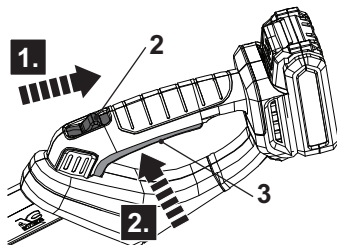

Fig. 26
1. Assurez-vous que la lame du taille-haie (17) ou la chaîne de sciage (20) n'est en contact avec aucun objet. Retirez le protège-lame (16) de la lame du taille-haie (17) ou la protection du guide-chaîne (18) de la chaîne de sciage (20) avant de mettre l'appareil en marche.
2. Tenez le produit avec une main sur le revêtement souple (7a) de la perche inférieure (7) et l'autre main sur la poignée arrière (1). Ne mettez pas le produit en marche en le tenant d'une seule main.
3. Tirez le bouton de déverrouillage (2) vers l'arrière et maintenez-le dans cette position (Fig. 26, étape 1).
4. Enfoncez l'interrupteur marche/arrêt (3) pour mettre le produit en marche (Fig. 26, étape 2).